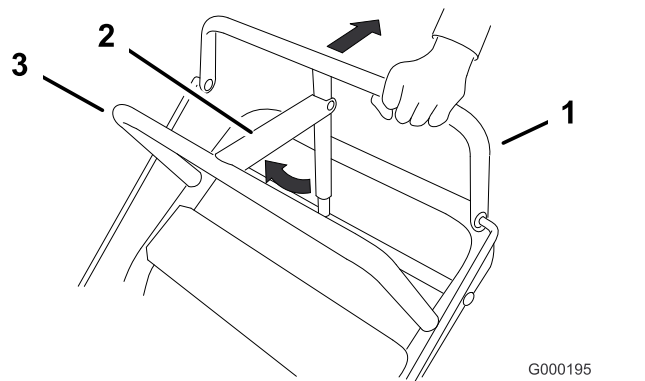

Figure 6
1. Tirez la barre de commande supérieure en arrière et maintenez-la dans cette position (Figure 6).
2. Soulevez le levier de frein de stationnement et relâchez progressivement la barre de commande supérieure. Figure 6